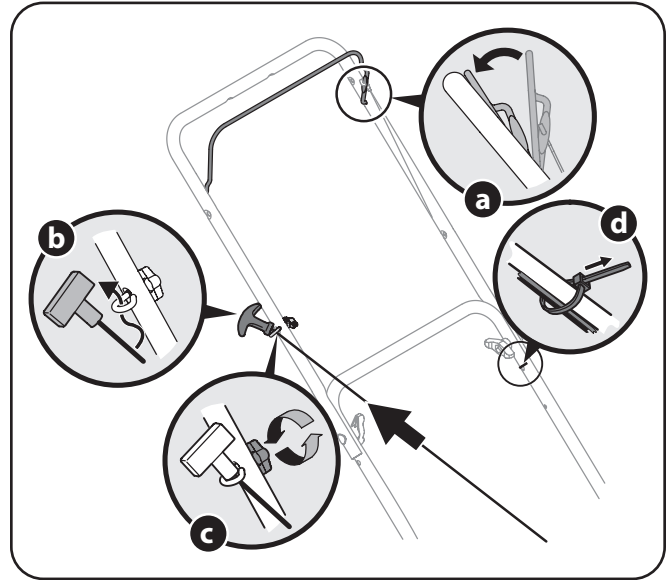

Figura 3-4
- 3. La guía de la cuerda está unida al costado derecho de la manija superior. Vea la Figura 3-4. Afloje la tuerca de mariposa que sujeta la guía de la cuerda.
- b. Jale lentamente la cuerda de arranque para sacarla del motor y deslice la cuerda de arranque en la guía. Vea la Figura 3-4.